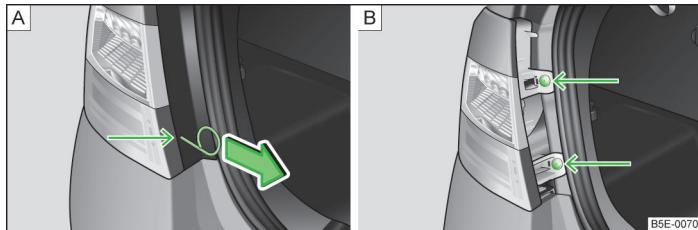

Fig. 229 Desmontar la cubierta / lámpara
- » Meta el estribo para sacar los tapacubos integrales » página 247, Equipo de herramientas a bordo en el orificio del lugar indicado con la flecha » fig. 229 - A.
- » Retire la cubierta en el sentido de la flecha » fig. 229 - A.
- » Desenrosque la lámpara con la llave del equipo de herramientas a bordo » fig. 229 - B.